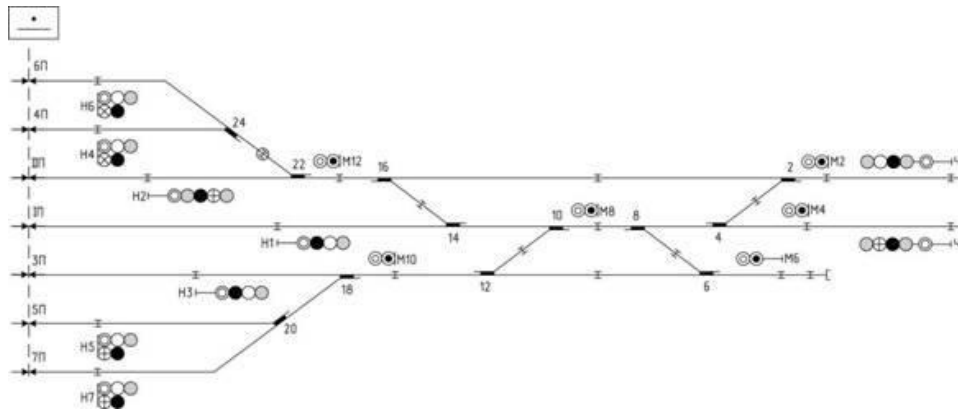

Рисунок 12 – Схематический план горловины станции
19. Дан схематический план горловины станции (Рис. 12). Определить ординаты напольных объектов. СЦБ.